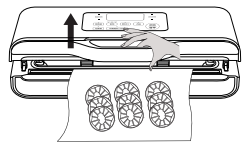

图5
- 机器完成工作后, 蜂鸣器响两声, 打开上盖并取出真空包装袋, 如图5;